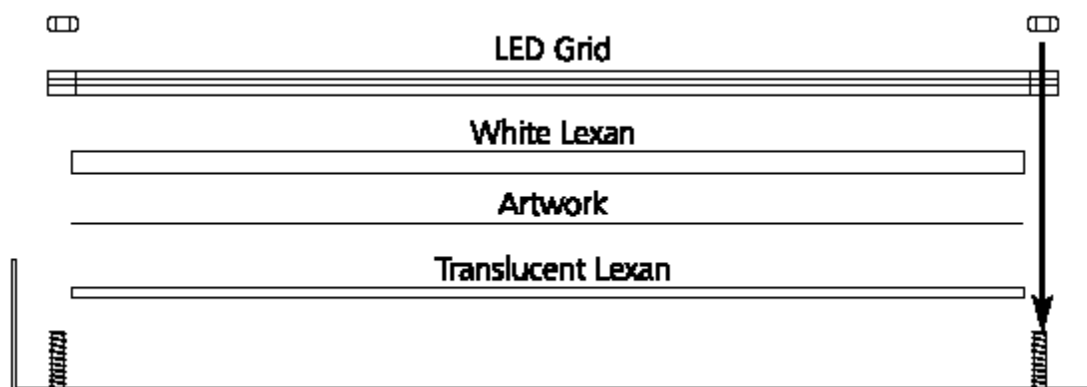

Рисунок 3. Сборка графических дисплейных листов
3. Установите дисплейный топологический чертеж сигнализатора (топологический чертеж поставляющей точки или ваш собственный топологический чертеж) между подсвечиваемым снизу lexan листом и белый lexan листом, чтобы топологический чертеж был виден через подсвечиваемый снизу лист. (Смотри рисунок 3 ниже.)